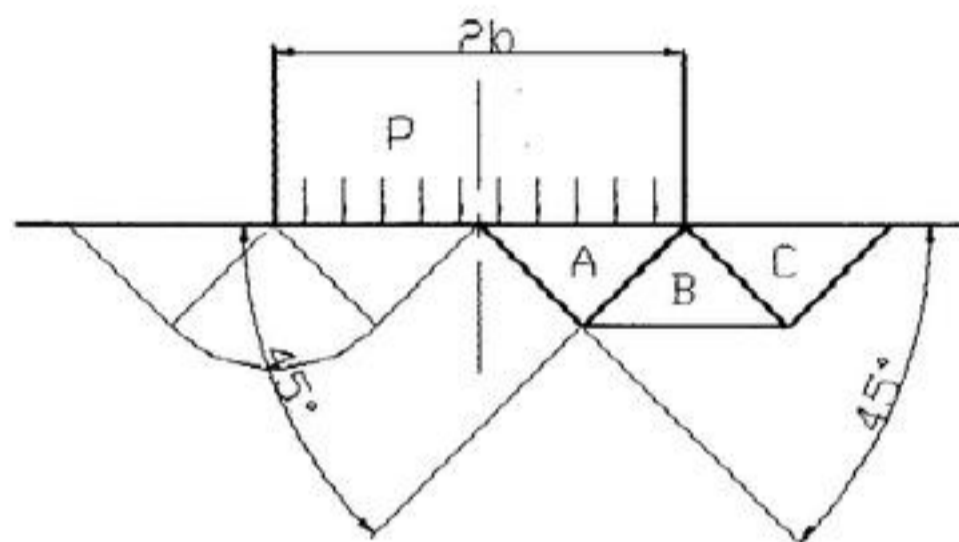

图 3
- 八、(20 分) 已知如图 3 所示的长楔体，顶部受均布载荷。设冲头的宽度为 $2b$ ，长度 L 远大于宽度，冲头和坯料的接触表面没有摩擦，试用图示的刚性块 (ΔA 、 ΔB 、 ΔC) 模式确定极限载荷 P 和单位流动压力 p 。(用上限法求解，图中左半部分为滑移线场示意图)